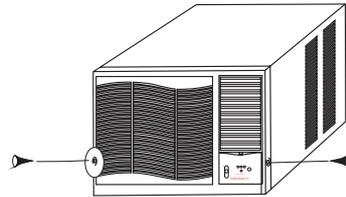

Abb. 17
1. Die beiden Halteschrauben des Frontpaneels lösen (siehe Abb. 17).
2. Die beiden Halteschrauben seitlich am Paneel festschrauben (siehe Abb. 17).